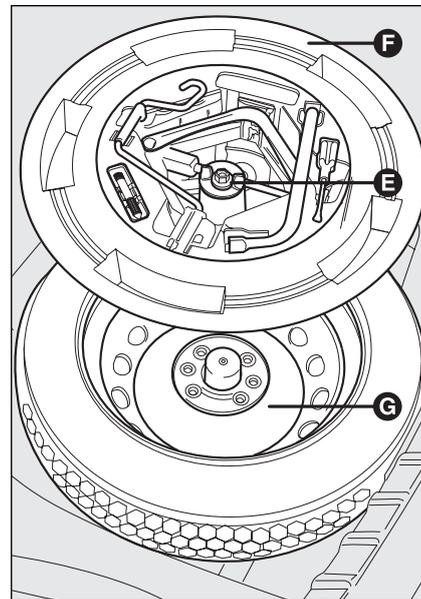

fig. 11
- placer la roue de secours **G-fig. 11** dans l'espace prévu dans le coffre à bagages;